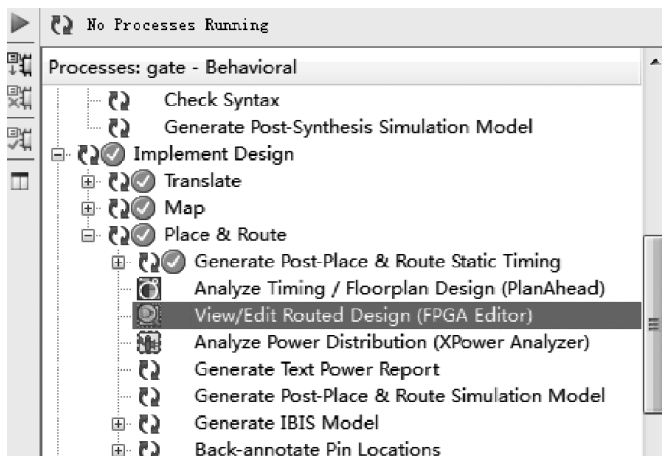
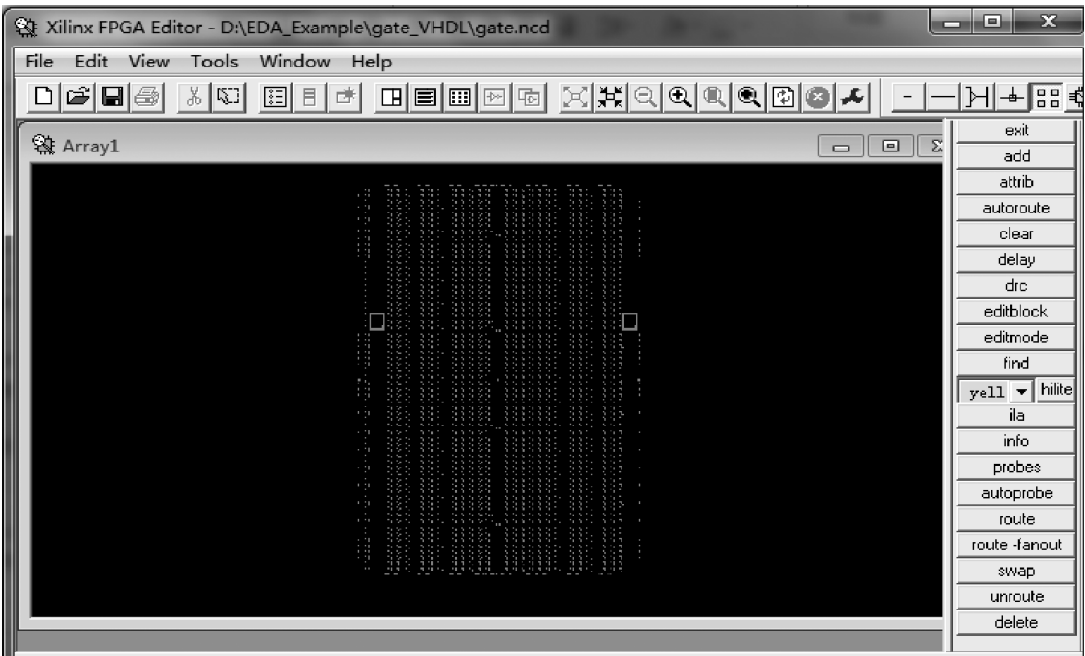
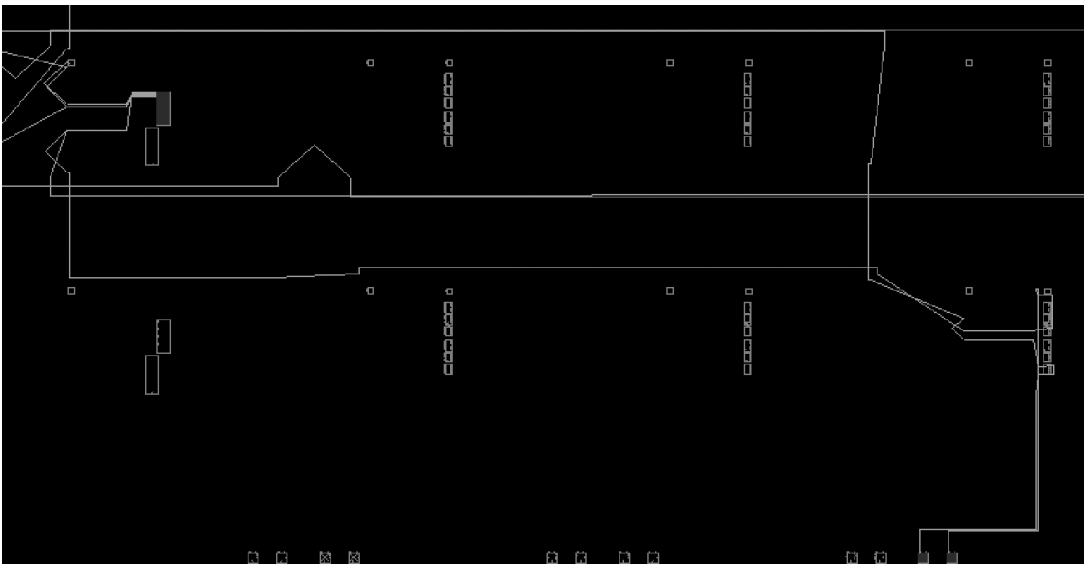

图 3.57 实现完成后的界面
图 3.58 FPGA 主界面
图 3.59 FPGA 内部互联结构
- (3) 开始运行实现工具。
- (4) 如图 3.57,给出实现完成后的界面。
- (1) 如图 3.57 所示,找到并展开 Implement Design 选项。
- (2) 在展开项中找到 Place & Route 选项。
- (3) 展开 Place & Route 选项。
- (4) 在展开项中,找到并双击 View/Edit Routed Design(FPGA Editor)选项。
- (5) 如图 3.58 所示,给出了 FPGA Editor 主界面。
- (6) 单击图内的  按钮,放大视图。
- (7) 如图 3.59 所示,找到图中标记为蓝色的位置。表示使用的引脚和内部的 slice 资源。绿线表示用于互联当前设计资源的连线。